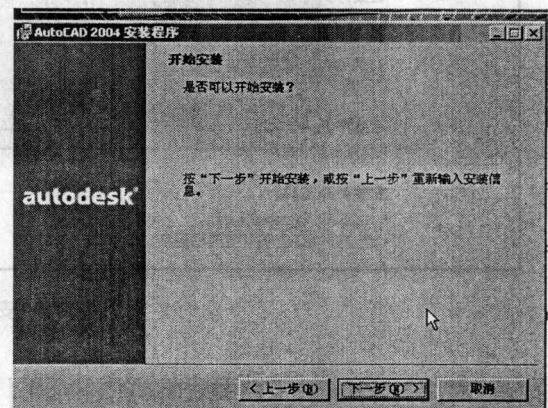

图 1-7 AutoCAD 2004 Setup 信息框
⑪ 在选择了安装路径后, 单击“下一步”按钮, 弹出 AutoCAD 2004 Setup 信息框, 如图 1-7 所示。提示用户是否准备安装, 如果无误, 单击“下一步”按钮, 以确定当前安装信息。此后, 系统开始向硬盘复制文件。